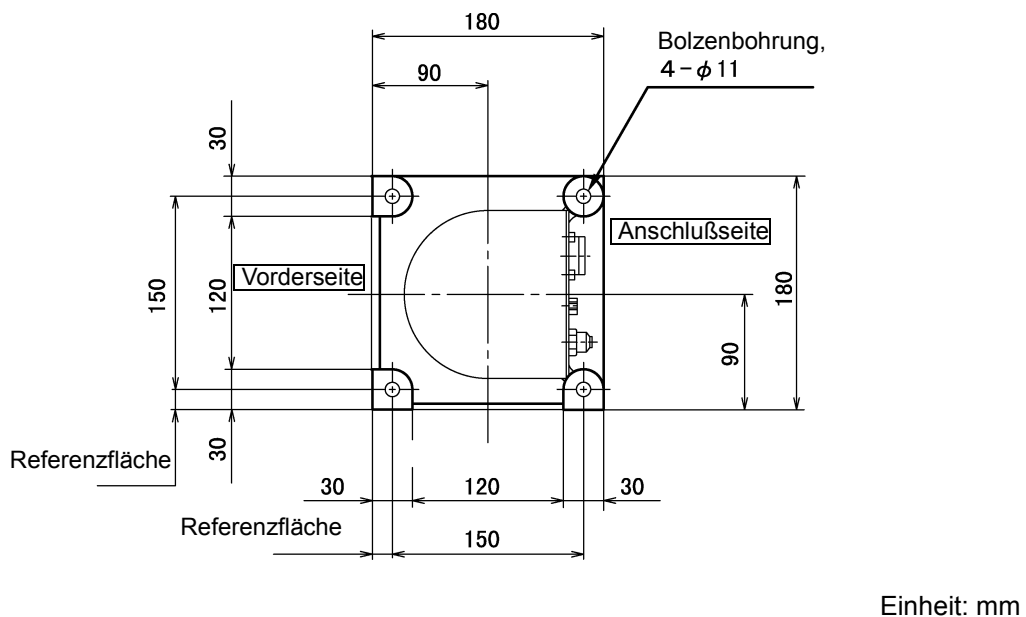

Abbildung 2-13 Bolzenbohrungen für die Montage der Robotereinheit (Aufsicht)
- (1) Bohren Sie entsprechend den Abmessungen in Abbildung 2-13 vier M10-Bolzenlöcher in den für die Robotereinheit vorbereiteten Montagesockel.
- (2) Bringen Sie an den Referenzflächen Paßkeile oder -stifte an.